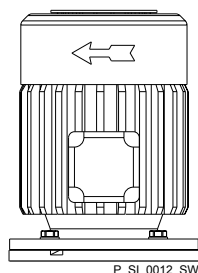

Fig. 19: Sentido de rotación del motor
- Al conectar el motor, observe el sentido de rotación correcto (consulte la flecha de la cubierta del ventilador, tal y como se encuentra en Fig. 19).